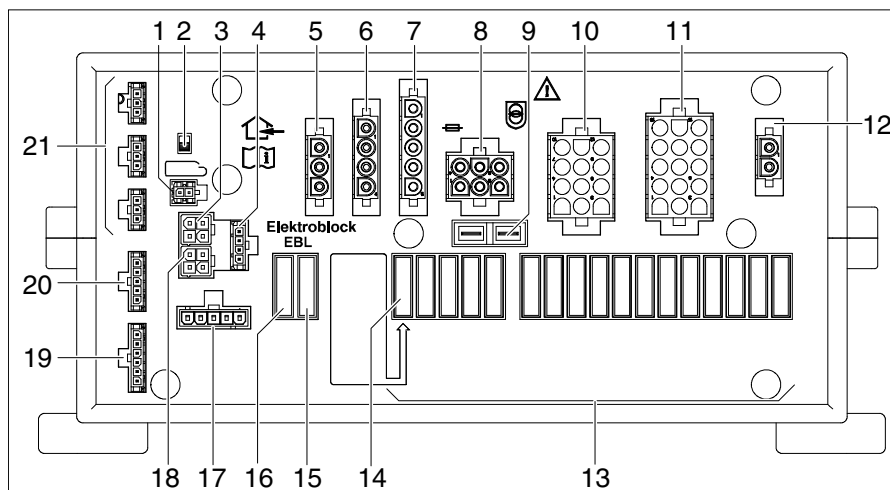

Bild 257 El-block (EBL 402/403)
Monteringsställe El-blocket EBL 402/403 (Bild 257) finns i det bakre förvaringsutrymmet på höger sida.
- ▷ Batteribrytaren (Bild 257,2) skiljer alla förbrukare som är anslutna på el-blocket från 12V-nätet.
- Stäng av och sätt på batteribrytaren (Bild 257,2) tre gånger i följd.